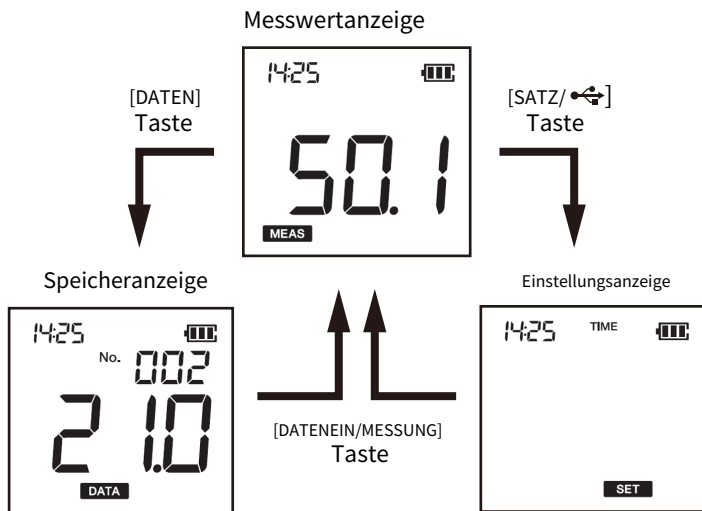

**Abb. 5 Anzeigeflussdiagramm**
- Anzeige einstellen: Hier können Einstellungen vorgenommen werden (siehe Seite 37). Abb. 5 zeigt die Anzeigen und die Schaltflächen zum Umschalten zwischen den Anzeigen.